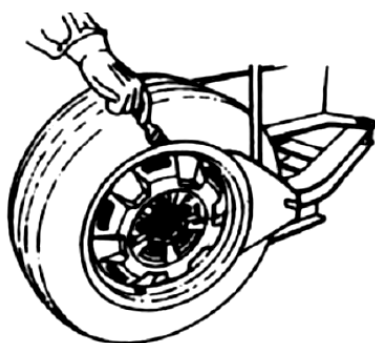

рис. 17
4.1.2 Поместите колесо между отбортовкой и резиновой подушкой, точно установите лезвие отбортовки в желаемую позицию к резине (рис. 17) и нажатием на педаль (рис. 2-10), управляющую отбортовкой, отделите резину от диска. Повторите операцию несколько раз, поворачивая колесо для полного отрыва шины от диска